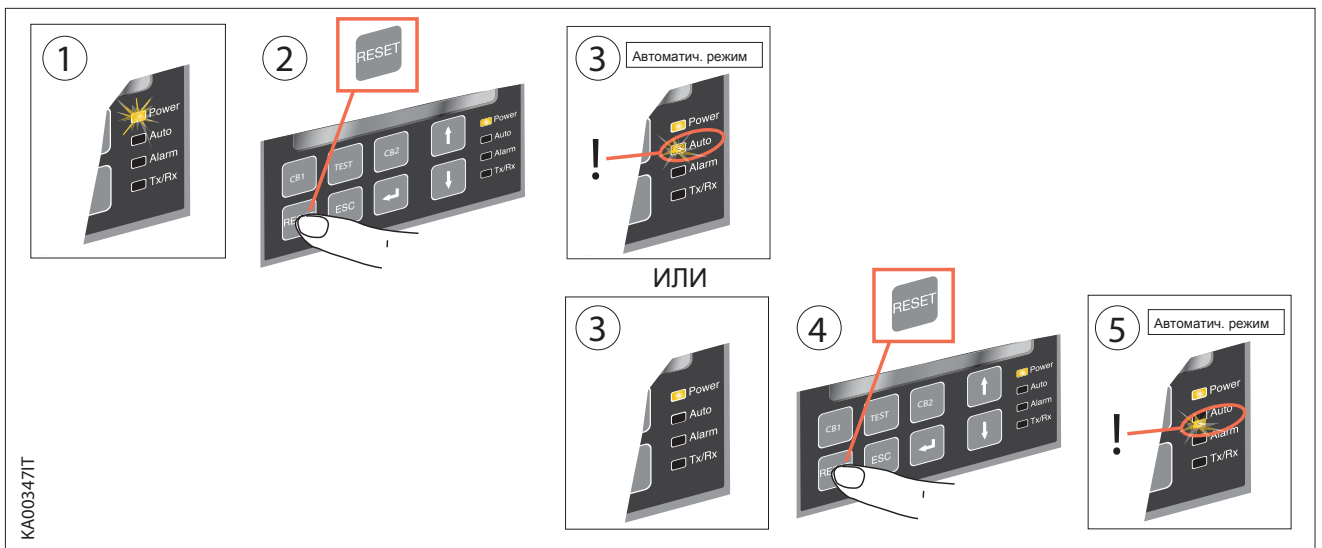

Рисунок 5.3: Описание процедуры выбора Автоматического режима работы ATS022
- a. Убедитесь, что горит светодиод Power, смотри Рисунок 5.3/1
- b. Нажмите кнопку RESET, смотри Рисунок 5.3/2. Если светодиод Auto горит, то блок ATS022 находится в Автоматическом режиме работы, смотри Рисунок 5.3/3
- c. Если светодиод Auto не горит, то нажмите RESET ещё раз; Светодиод Auto загорится и блок ATS перейдёт в Автоматический режим, смотри Рисунок 5.3/4